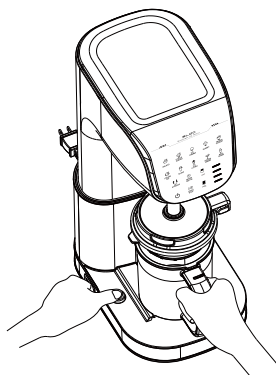

Figure 6
- Pour retirer le contenant, assurez-vous que la machine est éteinte et que l'arbre est remonté à sa position la plus haute. Retirez le couvercle, appuyez sur le bouton situé sur le côté gauche de la base, puis tirez la poignée du contenant vers l'extérieur (voir Figure 6).